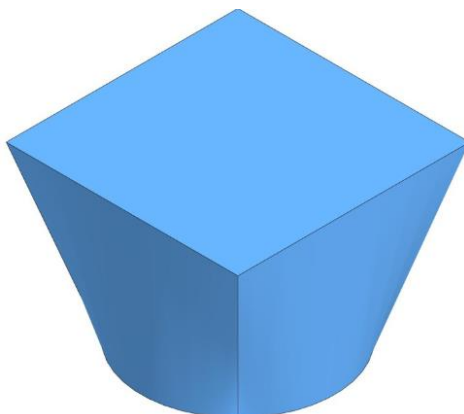

Рисунок 17 – Трехмерный элемент, созданный операцией по сечениям
4. Операция по сечениям  – создает трехмерный элемент соединением нескольких эскизов с помощью трехмерной геометрии (рисунок 17).